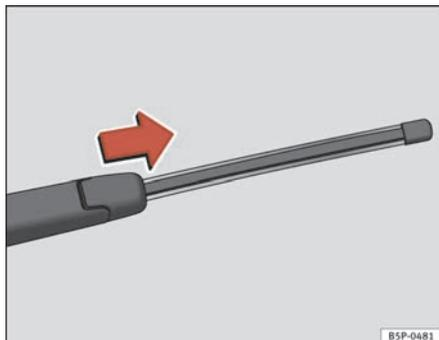

Fig. 164 Retirer le balai d'essuie-glace arrière
- Déposez le bras de l'essuie-glace arrière de la lunette arrière ⇒ fig. 164.
- Faire glisser l'adaptateur du balai dans le sens de la flèche et retirer le balai ⇒ fig. 164.